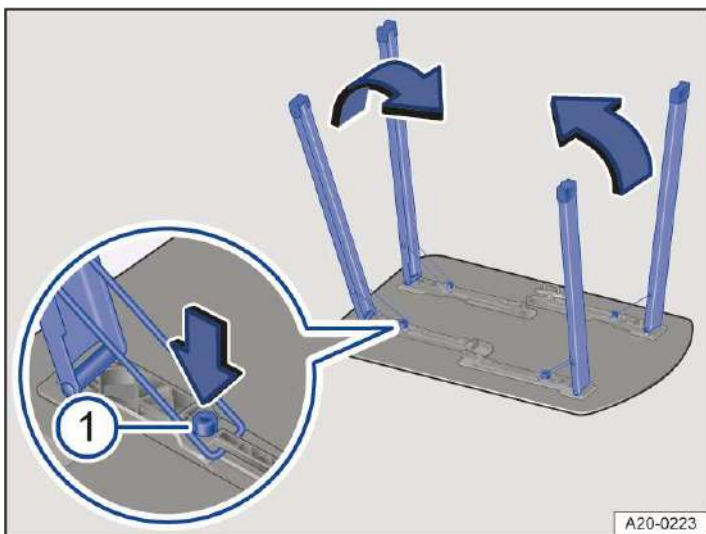

Abb. 2 Campingtisch zusammenklappen.
2. Auf die Taste → Abb. 2 1 drücken und das jeweilige Tischbein einklappen → .